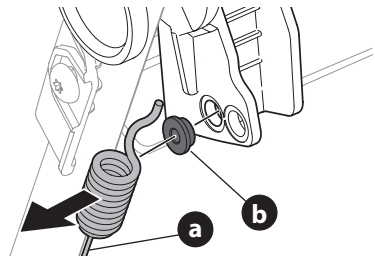

Figura 40
3. Desenganche el cable (a) y extraiga el casquillo de metal (b) de la manija de transmisión plástica (Figura 40).